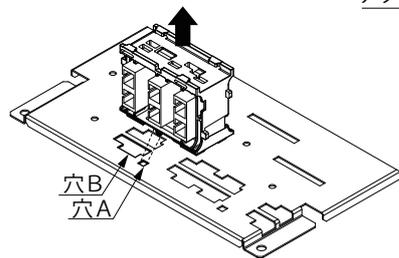

図 2
2. アダプタ取付台を矢印の方向に持ち上げて取外してください。(図 2)